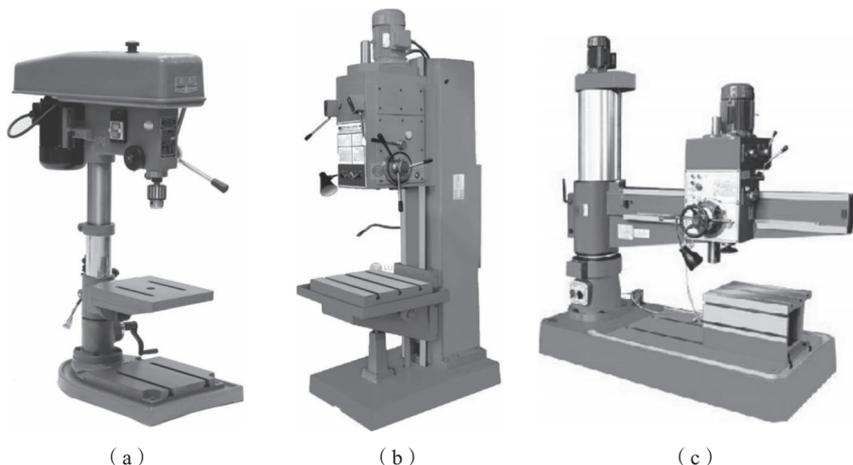

图 1-5 钻床的种类
(1) 材质：刀具一般采用工具钢或合金工具钢。
(2) 作用：通过钻头的旋转与垂直方向运动，对工件进行孔加工。钻床结构简单，加工精度不高，可钻通孔、盲孔等。
(3) 分类：可分为台式钻床、立式钻床、摇臂式钻床等，如图 1-5 所示，本技能实训常采用台式钻床。
① 台式钻床是一种小型钻床，简称台钻，通常安装在钳工作业台上，是钳工最常用的钻孔设备之一，一般应用于中、小零件的加工，钻孔直径一般在 13 mm 以下，进给运动由手动完成。台式钻床的头架可沿立柱上下移动以及水平方向做圆周移动，以方便调整工件的钻孔位置，但当钻头开始工作后，工件固定不动，头架只能进行垂直方向的移动。
② 立式钻床是一种中型钻床，其主轴沿竖直布置，并且中心位置固定，简称立钻。立钻主要应用于机械制造厂中、小零件的批量加工。当钻头开始工作后，工件固定不动，钻头沿着主轴只能进行垂直方向的移动。
③ 摇臂式钻床是一种大型钻床，其摇臂可以沿主轴做回转和升降运动，同时摇臂上的主轴箱还可以进行前进和后退运动，简称摇臂钻。对于许多中大型零件，由于其在钻孔对准的过程中不方便移动，而摇臂钻床操作灵活、方便的特性很好地解决了这个问题，因此广泛应用于机械加工车间。
(4) 台钻的命名规则：台钻的型号多用字母“Z”和其他字母、数字组成，其中“Z”代表钻床，中间的字母或数字一般代表机型，后两位或一位数字一般代表最大钻孔直径，如本技能实训常采用台式钻床型号为Z516，“Z”表示钻床，“5”为立式结构机床，“16”为最大钻孔直径16 mm。
(5) 台钻的维护：台钻的维护主要分为外保养（无油污，无锈蚀）、传动系统保养（皮带松紧程度）、电器保养（电机良好，紧固件良好）、轴承保养（需润滑）四部分。